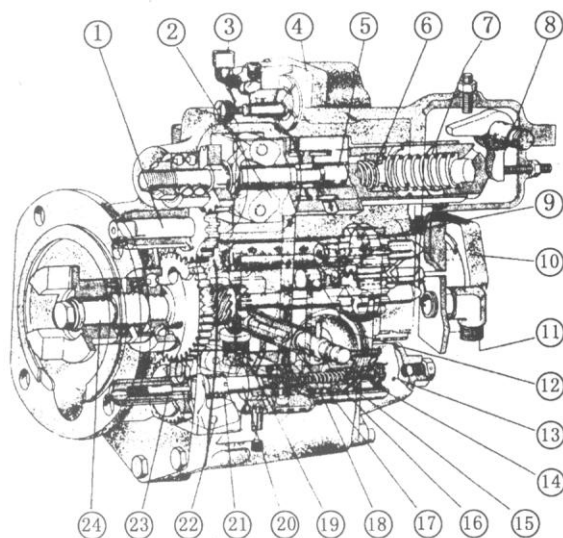

Рис. 5-8. Насос подачи топлива модели PT (G) VS и направление потока топлива.
## (2) Насос подачи топлива (деталь № 3262175) (см. рис. 5-8).
(4) Принцип работы системы подачи топлива (см. рис. 5-8 и 5-9).
При запуске двигателя вращается коленчатый вал. Главный вал насоса подачи топлива (24) вращается с помощью приводной шестерни. Главный вал (24) приводит в движение шестеренный насос (9), регулирующий молоточек (2) и вал измерителя скорости вращения (см. рис. 5-8).